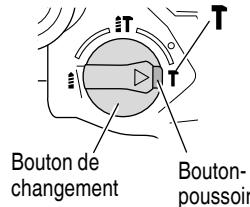

Fig. 19
Ce marteau rotatif peut être réglé sur le mode de percussion seulement en appuyant sur le bouton-poussoir et en plaçant le bouton de changement sur le repère T (Fig. 19).
- (3) Placer le bouton de changement sur le repère T (Fig. 19).